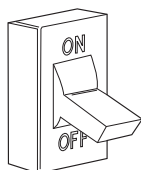

Fig. 19 – Mise hors tension
1. Coupez l'alimentation électrique à la chaudière. Consultez la Fig. 19.